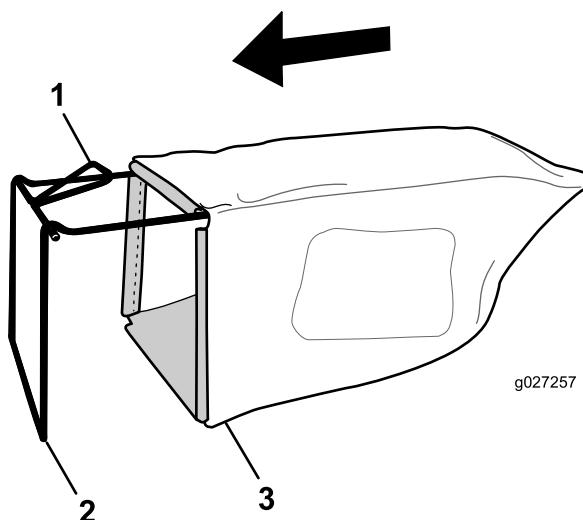

Figure 8
- Glissez le bac sur l'armature, comme montré à la Figure 8.
Remarque: Ne faites pas passer le bac sur le guidon (Figure 8).